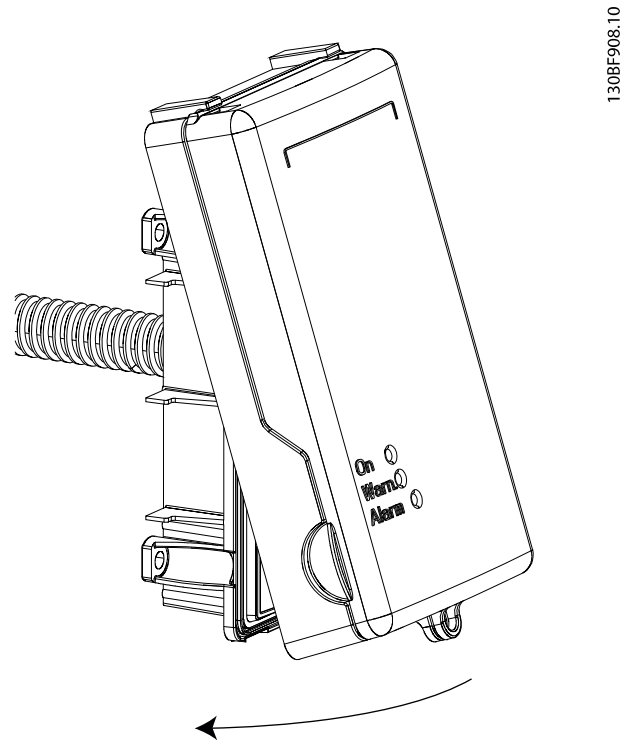
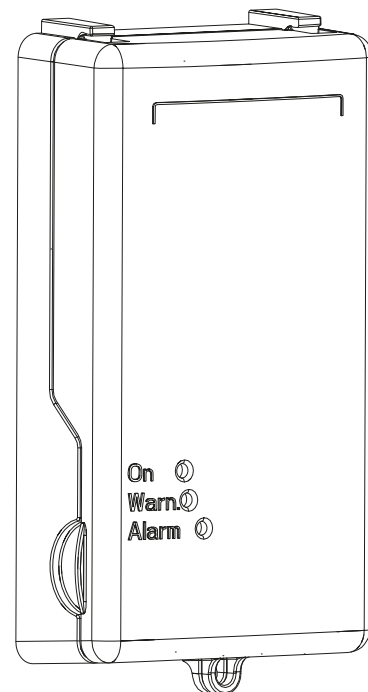

Abbildung 1.9 Verbinden Sie den Deckel mit der Frontabdeckung
Abbildung 1.10 Grundplatte mit den Abdeckungen
5. Montieren Sie die Zwischenabdeckung und den Deckel an der Grundplatte. Die Abdeckung verfügt über eine Einrastverbindung. Befestigen Sie die Oberseite des Deckels am Träger und drücken Sie diesen auf, bis ein Klickgeräusch zu hören ist. Das Gerät hat mit dieser Abdeckung die Schutzart IP54. Siehe *Abbildung 1.9* und *Abbildung 1.10*.